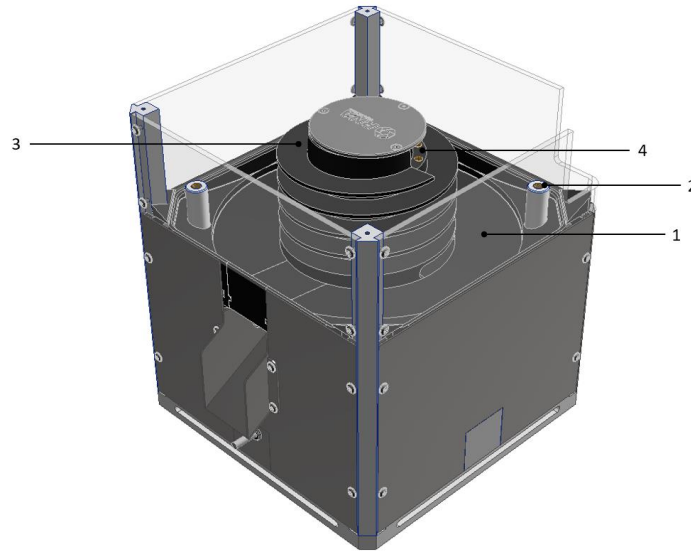

Abbildung 2: ROTU S ohne Tooling
Abbildung 2 zeigt ROTU S ohne Tooling. Die Fördergüter werden zur Bevorratung in den Unterbau (1) des ROTU gegeben und wandern die fördergutunabhängige Wendel (3) nach oben Richtung Tooling. Jedes Tooling wird mittels vier mitgelieferter M8-Schrauben an den vier Trägerstäben (2) befestigt. An der Innenwendel befinden sich zwei Ensat-Buchsen (4) für die Befestigung weiterer, fördergutspezifischer Ordnungselemente mittels M6-Schrauben.